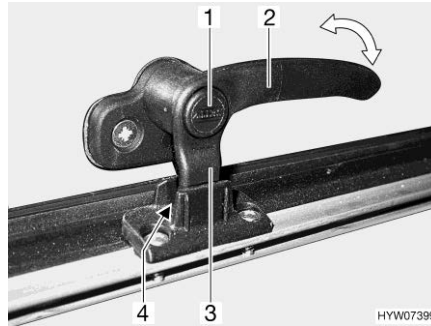
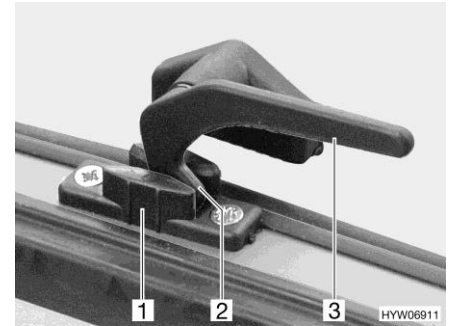

Bild 113 Låsarm med låsknapp i läget "kontinuerlig vädning"
Bild 114 Låsarm i läget "kontinuerlig vädning"
- I läget "kontinuerlig vädning" (Bild 113 och Bild 114)
- Tryck på låsknappen (Bild 113,1) om sådan finns och håll den nedtryckt.
- Sväng låsarmen (Bild 113,2 eller Bild 114,3) ett kvarts varv mot fönstrets mitt.
- Vrid tillbaka låsarmen. Därvid måste låsarmens låsspak (Bild 113,3 eller Bild 114,2) föras in i spåret på fönsterlåsen (Bild 113,4 eller Bild 114,1).
- Släpp låsknappen (Bild 113,1) om sådan finns.